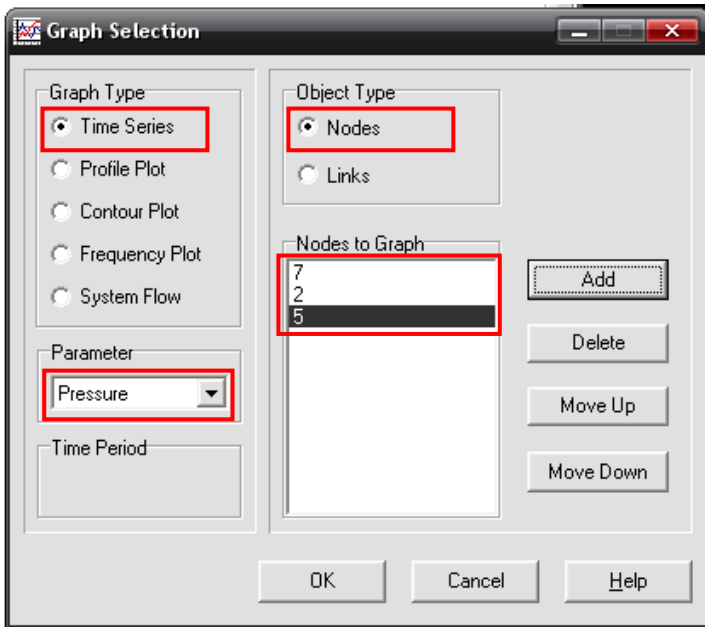

Рис. 4.8. Діалогове вікно налаштування параметрів графічного відображення результатів розрахунків (вузли)
5. В полі **Nodes of Graph** додати ще декілька вузлів, які будуть відображатися на графіку, наприклад, вузли 2, 5. Для цього по чергово вибираються вузли та натискається кнопка **Add** (рис. 4.8).